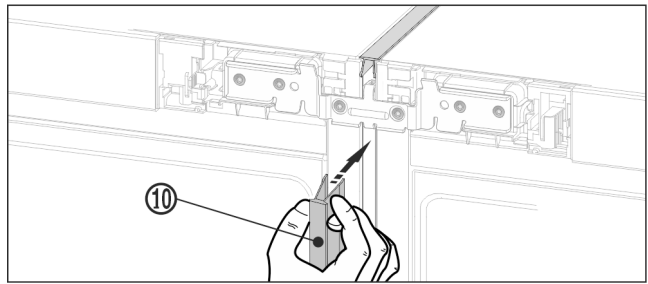

Fig. 22
- Sul lato anteriore premere il listello superiore Fig. 22 (10) lungo nella fessura verticale. Assicurarsi che il listello poggi sulla lamiera di collegamento.